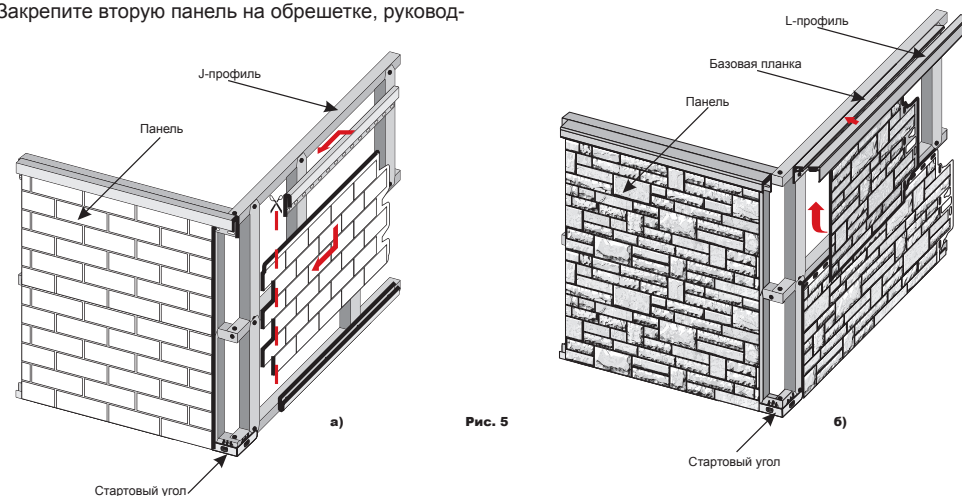

Рис. 5
- Монтаж фасадных панелей производится строго слева направо и снизу вверх (Рис. 5).
- При монтаже последнего ряда верхнюю часть панелей достаточно вставить в фасадный J-профиль и закрепить панели в вертикально расположенные гвоздевые отверстия (Рис. 5а).
- Для оформления панелей коллекций STEIN, FELS, STERN и SLATE используется L-профиль в комплекте с базовой планкой (Рис. 5б).
- Установите углы на стартовые угловые профили (Рис. 5) и зафиксируйте их в верхней части двумя саморезами длиной не менее 50 мм. Следите, чтобы угол закрывал не менее 15 мм фасадной панели и до внутреннего ребра угла оставалось не менее 12 мм.